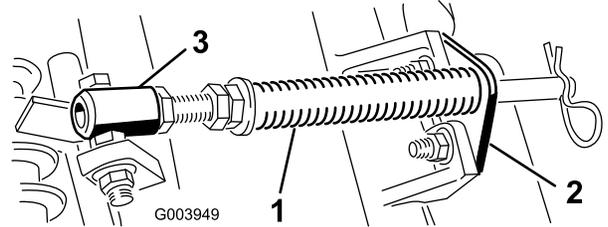

Рисунок 4
- A. Удалите два каретных болта и две гайки, которые крепят кронштейн штока к выступам режущего блока (**Рисунок 4**).
- B. Выверните фланцевую гайку крепления болта трубки пружины к выступу несущей рамы (**Рисунок 4**). Снимите этот узел.